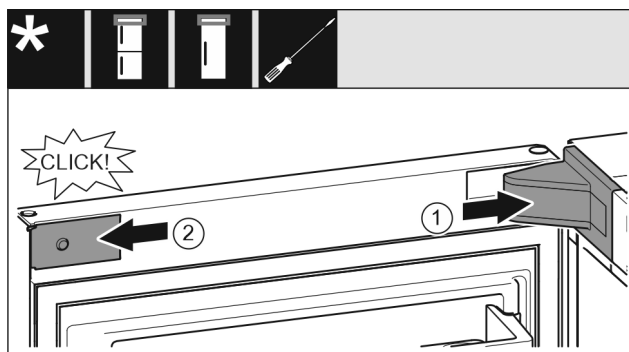

Fig. 20
- Nasadte a zaklapněte kryt stojanu ložiska Fig. 20 (1), příp. opatrně přitlačte od sebe.
- Z boku nasadte zásepku Fig. 20 (2) a zaklapněte.